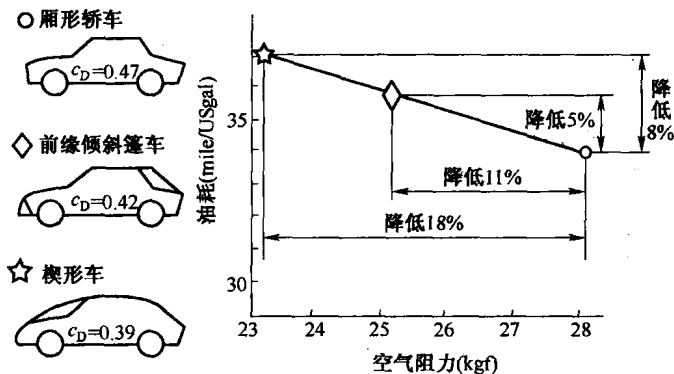

图2 降低空气阻力的节油效果
①降低滚动阻力。用子午线轮胎替代普通斜交轮胎,滚动阻力可下降 20%~25%,因此子午线轮胎汽车可达到节油 5%~10%的效果。此外,轮胎气压、胎面花纹对油耗均有影响。实际上,广义的滚动阻力还包括车轮和传动系统的摩擦阻力,如制动鼓转动时是否有摩擦现象,油封及轴承的摩擦力大小,传动系统各摩擦副间润滑和接触状况均对滚动阻力有较大影响。因此,加强车辆维护,按要求调整底盘的技术状况,及时而充分地润滑各润滑点是降低油耗的重要措施。
②降低空气阻力。从图 1b 中可看到,当车速为 80km/h 时,空气阻力占总阻力的 60%。图 2 为三类轿车外形的油耗比较。由图可知,当空气阻力系数 c_D 从 0.47 降为 0.39 时,空气阻力可减少 18%,因而使油耗降低 8%。
③减轻汽车整备质量。汽车总质量直接影响滚动阻力、上坡阻力和加速阻力。据研究,总质量中因整备质量减少而使总质量减少 10%,可使油耗降低 8.8%左右。因此,整备质量 G_t 与整车质量 G_0 之比(即整备质量利用系数)是标志汽车技术水平的一个重要参数。该系数越大,表明材料消耗越少,行驶中油耗越低,使用成本越少。改进结构设计,实现汽车轻量化,缩小整车外形尺寸,采用高强度轻质铝合金或塑料,提高加工精度等措施,均可有效降低油耗。